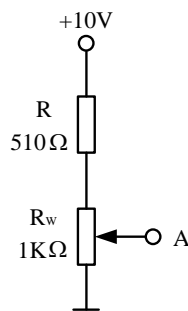

图 4 直流分压电路
2) 将 510Ω 电阻和 $1K\Omega$ 的电位器连接成如图 4 所示的直流分压电路，调节电位器的滑动端，使得 A 端电压为 7V（用万用表直流电压档），按表 7 中的要求用示波器测量这个信号的电压，记录测量结果并分析讨论。